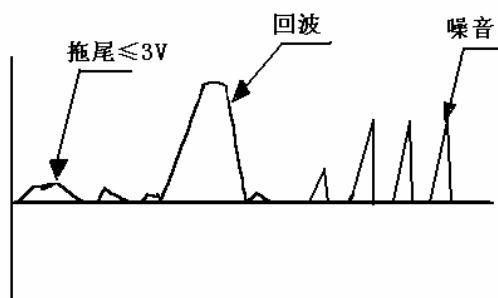

图 39
3) 用示波器观察仪表箱上的回波，示波器用外触发同步。根据上面估算出的时间，在示波器上找出真实的回波，记住它在示波器上的位置。这时回波波形应如图 39 所示。(5V/div, t=5ms/div)。